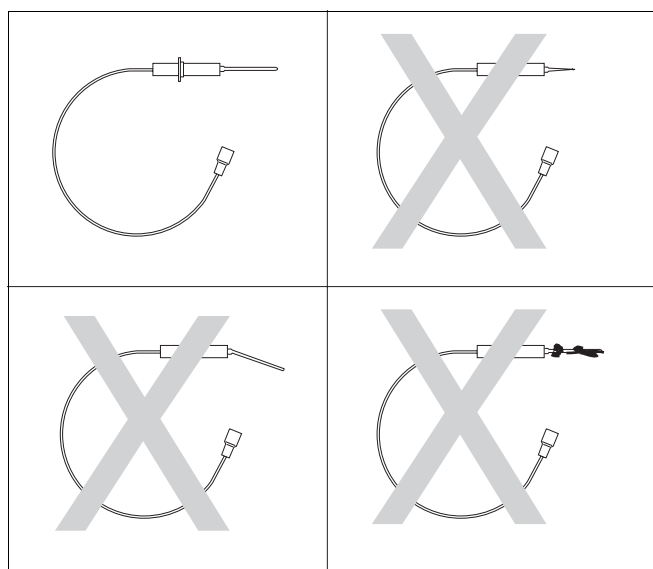

Fig. 110 Verificați electrodul de ionizare
- Verificați de murdărie, de uzură și de stricăciuni electrodul de ionizare (Fig. 110) și electrodul de aprindere.